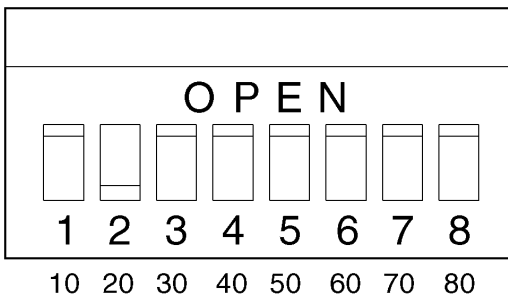
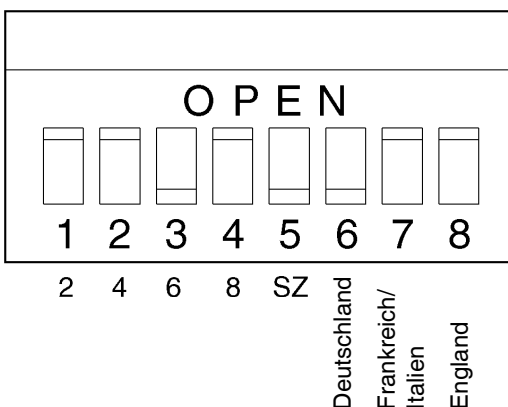

Abb. 3: Rohwasserhärte Zehnerstelle (DIP-Schalter 20)
Abb. 4: Rohwasserhärte Einerstelle (DIP-Schalter 21)
- Änderung der voreingestellten **Rohwasserhärte**: Die Rohwasserhärte Ihres Leitungswassers muss an der elektronischen Schaltung eingestellt werden (siehe DIP-Schalter 20 u. 21, Abb. 3 u. 4).
Mit Hilfe der beiden DIP-Schalter 20 und 21 wird dieser Wert an der elektronischen Schaltung eingestellt. Hierzu wird mit dem DIP-Schalter 20 (siehe Abb. 3) die Zehnerstelle und mit den Kontakten 1 bis 4 des DIP-Schalters 21 (siehe Abb. 4) die Einerstelle der Rohwasserhärte eingestellt.
(siehe Abb. 4). Die Summe aus der Zehner-Stelle und der Einer- Stelle beträgt in diesem Fall $20\text{ }^{\circ}\text{dH} + 6\text{ }^{\circ}\text{dH} = 26\text{ }^{\circ}\text{dH}$.